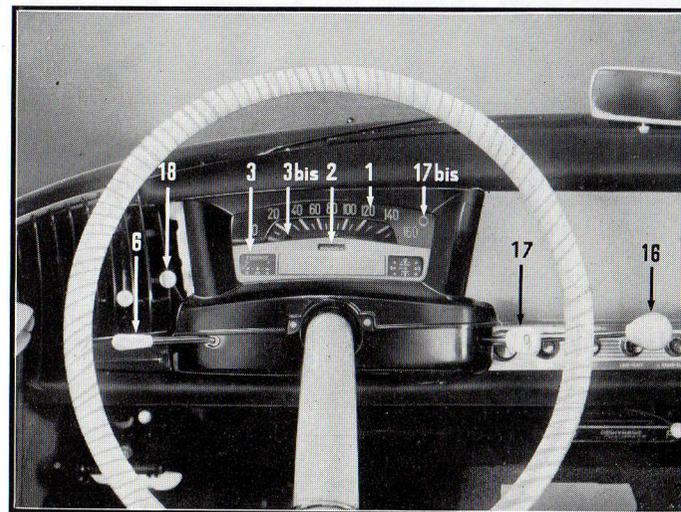

Figure 7
Si la pression dans le dispositif hydraulique commandant le frein principal est insuffisante, un voyant **rouge 3 bis** (fig. 7) s'allume au tableau de bord.
1. Indicateur de vitesses (fig. 7).
2. Compteur kilométrique totalisateur (fig. 7).
3. Niveau d'essence (fig. 7).
- 3 bis. Voyant rouge de contrôle du frein principal (voir ci-dessus). Ne fonctionne que lorsque le contact est mis (fig. 7).
Poussez-la bien à fond dans le sens du volant vers le haut avant de tourner à droite, et vers le bas avant de tourner à gauche. Un bruiteur vous avertit du fonctionnement des clignotants. Pour couper le signal, soulevez légèrement la commande en la rapprochant du volant. Vous pouvez inverser immédiatement le sens des signaux en déplaçant la commande (fig. 7 et 14).
16. Levier de commande des vitesses (fig. 7 et 14).
17. Avertisseurs et phares (commande unique) (fig. 7 et 14). Les avertisseurs se commandent en **appuyant** sur le dé :
- 17 bis. Témoin lumineux de contrôle des phares; s'éteint quand on passe en code (fig. 7).
18. Commande de répartition de l'air chaud entre chauffage et dégivrage (fig. 7 et 14). Pour son utilisation, voir page 32.